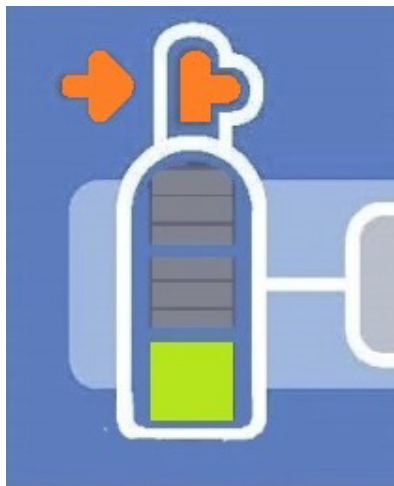

Рис. 7. Индикатор низкого давления
- Если индикатор низкого давления, как показано на рис. 7, горит желтым цветом, это указывает на то, что *сгуоICE VOX* не определяет надлежащее давление. Убедитесь, что вентиль газового баллона открыт полностью и что подсоединен не пустой баллон.